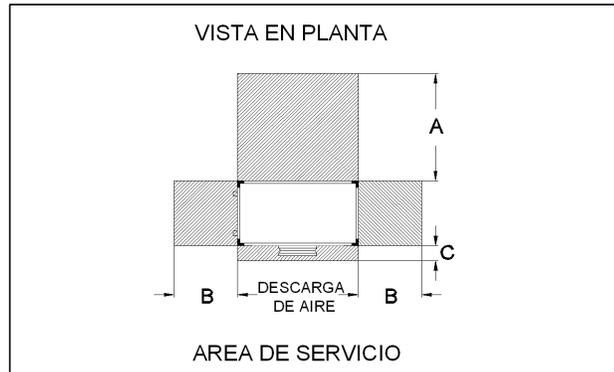

Fig.1
Las unidades CLIM-AC están diseñadas para ser instaladas al interior. Es necesario que el equipo cuente con desfogue y toma de aire libre (ver Fig. 1), para propiciar un circulamiento de aire adecuado y al mismo tiempo para facilitar el acceso al mantenimiento.
- Revisar que la toma de aire para condensación no esté obstruida y tenga el espacio sugerido en el diagrama de instalación (Fig 1).